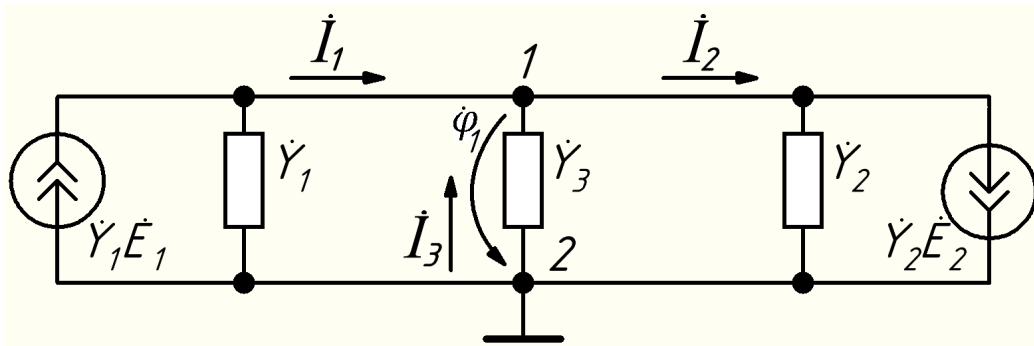

Рис. 3.9 – Еквівалентна схема заміщення
1. Складаємо еквівалентну схему заміщення (рис. 3.9), прийmemo $\varphi_2 = 0$ (заземлено).